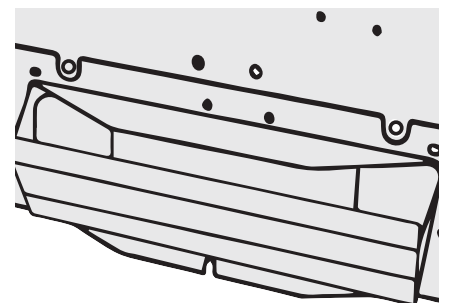

Figure 2
- Si la ventilation supérieure circulaire (verticale) est nécessaire, installez simplement le régulateur de tirage rectangulaire fourni (voir figure 2). Brancher la canalisation sur le régulateur.